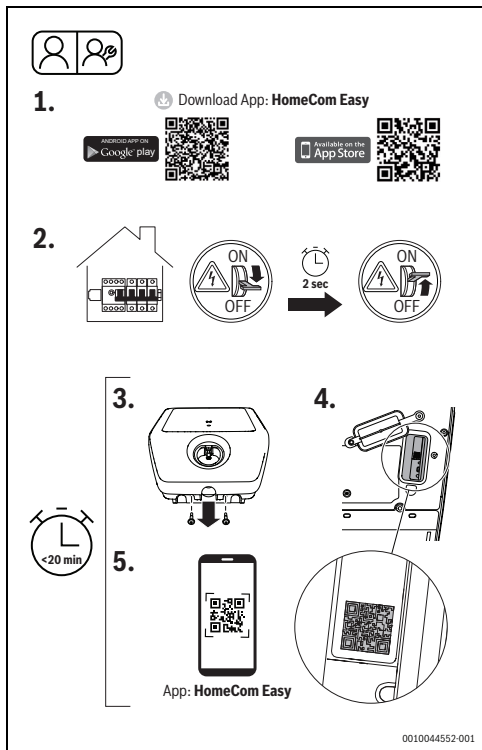

Fig. 211 HomeCom Easy
- ▶ Couper l'alimentation électrique du Power Charge 7000i sur le tableau électrique, puis la rallumer après environ deux secondes (Fig. 211, étape [2]).
- ▶ Dévisser les deux vis du cache (Fig. 211, étape [3]).